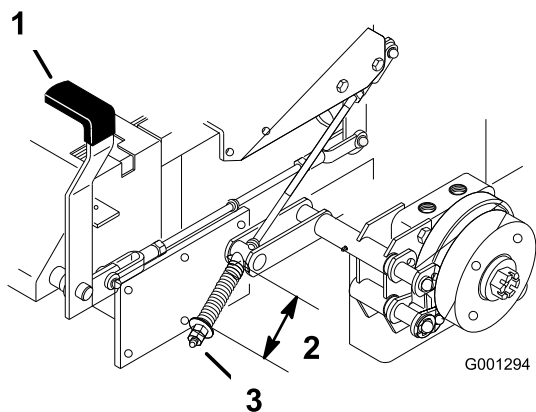

Figura 85
2. Meça o comprimento da mola (Figura 85).
3. Se for necessário ajustar, desengate o travão de estacionamento, desaperte a porca de retenção abaixo da mola e ajuste a porca diretamente abaixo da mola (Figura 85).